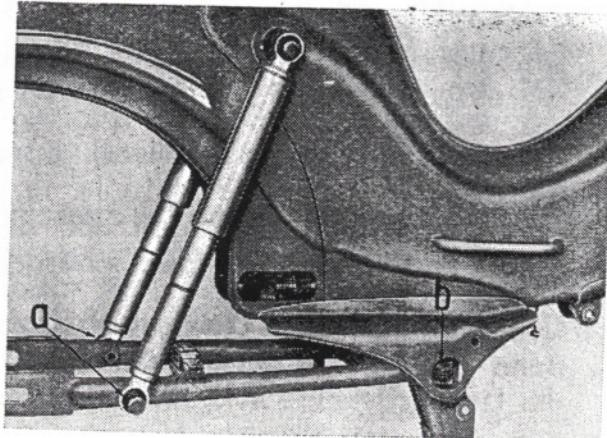

Abb. 79 Befestigung des hinteren Schwingarms VI / 57 / 858
3. Beide Federbein-Befestigungsschrauben (siehe Abb. 79) (Sechskantschraube M 8×50) herausdrehen. Auf Federbeine achten!